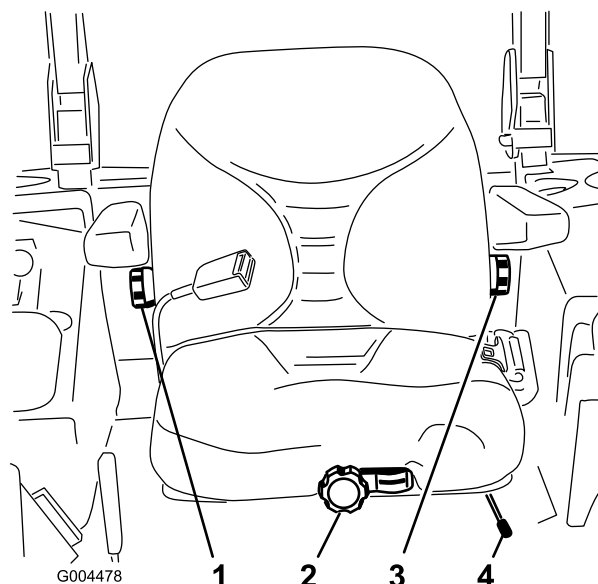

Рисунок 31
1. Для регулировки передвиньте рычаг вбок, чтобы разблокировать сиденье (Рисунок 31).
Не занимая сиденье, поворачивайте головку регулировки положения сиденья в любом направлении для достижения максимального комфорта (Рисунок 31).
Для регулировки поворачивайте головку регулировки под правым подлокотником в любом направлении для достижения максимального комфорта (Рисунок 31).
Для регулировки поворачивайте головку регулировки под левым подлокотником в любом направлении для достижения максимального комфорта (Рисунок 31).